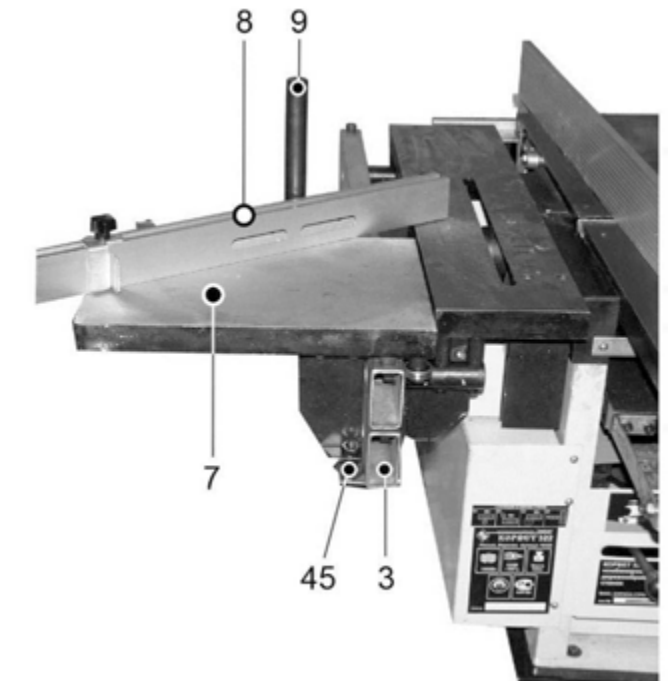

Рис. 7
8.2.3. На направляющую (3), предварительно вывернув ограничительный болт с одной стороны направляющей (3), установите пильный суппорт (7), ограничительный ролик (45), Рис. 7.